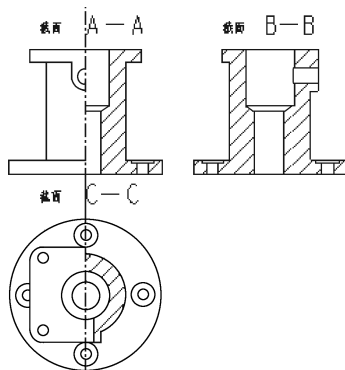
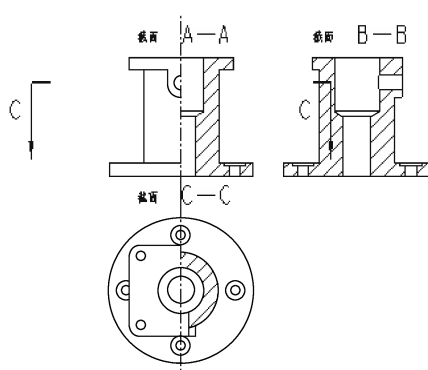

图 10-151 生成三视图
图 10-152 添加箭头
(18) 修改左视图为全剖视图，并设置其视图显示样式为“消隐”，最后得到的三视图如图 10-151 所示。
(19) 双击各视图的剖面线，将各视图的剖面线均设为“3”。
(20) 选择俯视图，按下鼠标右键，在弹出的快捷菜单中选择【添加箭头】选项，选取主视图，在其上添加剖切符号，如图 10-152 所示。